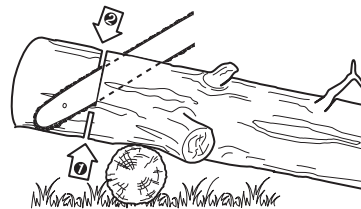

Fig.33
2. Si le tronc est surélevé d'un seul côté (Fig. 33), coupez environ 1/3 de son diamètre par en dessous, puis terminez la coupe par le dessus, de manière à rejoindre la première entaille.